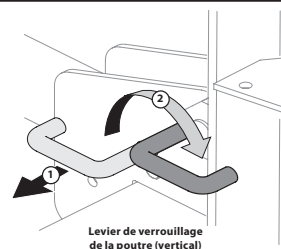

Figure 14
- b. Pour verrouiller la poutre en position verticale, tirez sur le levier de verrouillage vertical et tournez-le pour fixer la poutre. Voir Figure 14.